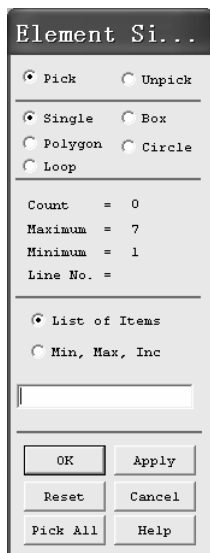
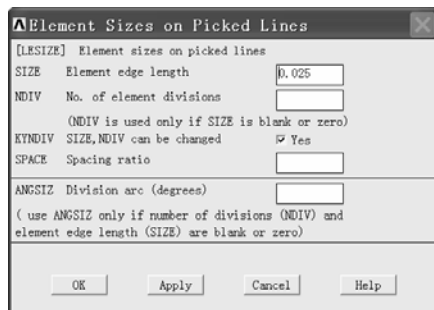

图 3-69 “Element Si...”窗口
图 3-70 “Element Sizes on Picked Lines”窗口
(21) 单击“MeshTool”窗口中“Lines”后面的“Set”按钮, 弹出“Element Si...”窗口(图 3-69)。单击“Element Si...”窗口中的“Pick All”按钮, 弹出“Element Sizes on Picked Lines”窗口(见图 3-70)。在“Element Sizes on Picked Lines”窗口中“Element edge length”后的方框内输入“0.025”, 然后单击该窗口中的“OK”按钮, 返回到“MeshTool”窗口(如果看不到“MeshTool”窗口, 可以重新执行一次 Main Menu>Preprocessor>Meshing>MeshTool)。